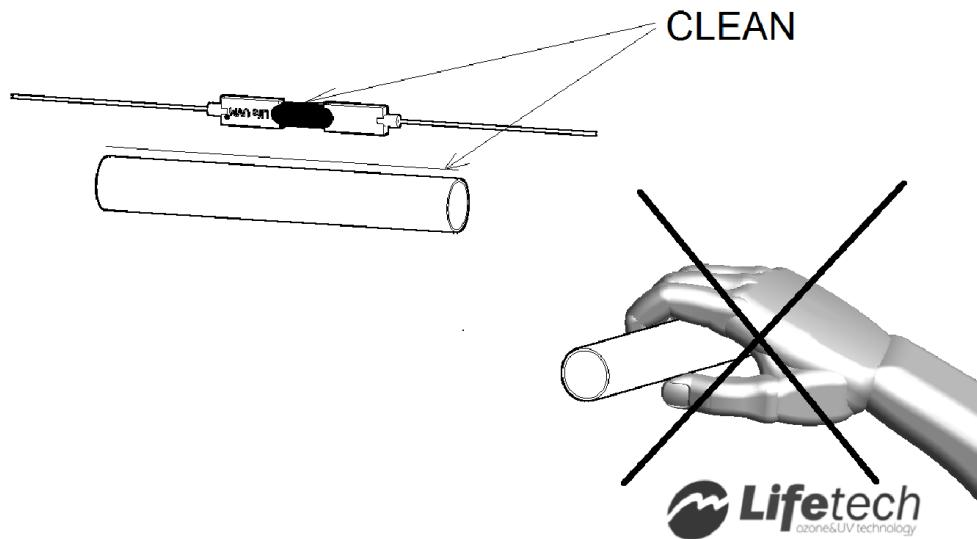

Рис. 8 Очистка поверхности УФ разрядной лампы и кварцевого стекла
- Всуньте УФ разрядную лампу в УФ реактор. Разрядная лампа оснащена уже всеми компонентами, поэтому ее надо уже только осторожно всунуть в реактор. Вы можете руководиться инструкцией по замене УФ разрядной лампы, изложенной в п. 6.1. Манипулируя с лампой, всегда используйте чистые хлопковые перчатки. Не трогайте ее поверхность голой рукой! В случае загрязнения поверхности лампы, необходимо очистить ее спиртом и чистым хлопковым лоскутом или бумажной ватой. См. рис. 8.